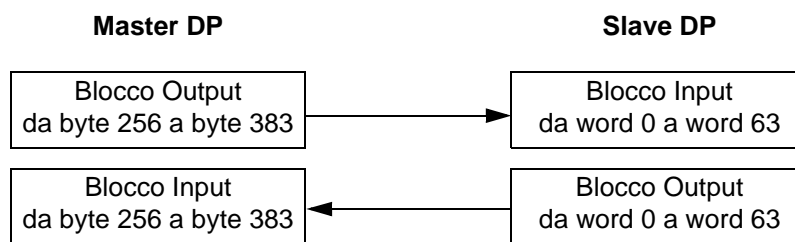

FIG.49: Scambio Master/Slave
- Questo comporta un intervallo compreso tra word 0 e word 63. La FIG.49 illustra questo scambio.
NOTA: La FIG.49 non ha nessun collegamento con il blocco Input e il blocco Output in Graco Gateway. La terminologia utilizzata nella configurazione delle etichette è secondo il punto di vista del PLC (Master DP). Fare riferimento a **Configurazione Graco Gateway** per maggiori informazioni.